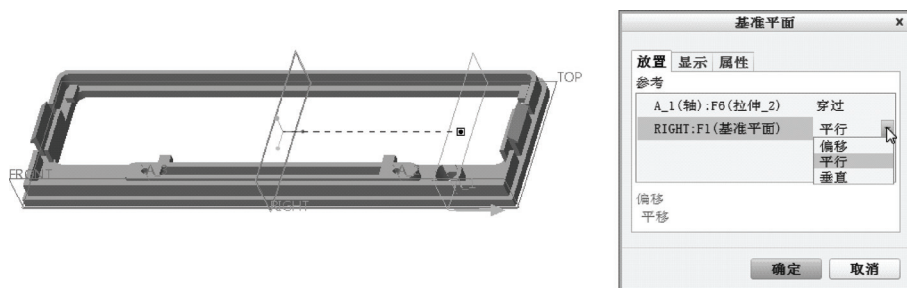

图 12-58 创建基准平面 DTM1
3) 在功能区的“拉伸”选项卡的右侧区域单击“基准”→（基准平面）按钮，打开“基准平面”对话框。选择“A_1”特征轴，按住〈Ctrl〉键选择 RIGHT 基准平面，并设置 RIGHT 平面参考的约束类型为“平行”，如图 12-58 所示。然后单击“确定”按钮，创建默认名为“DTM1”的基准平面。